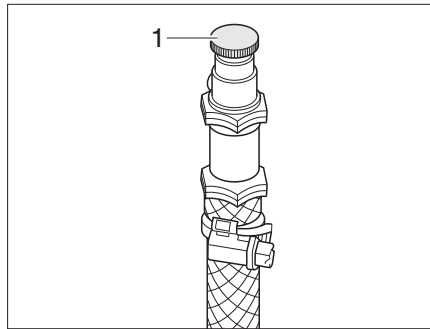

Bild 377 Entlüftungsventil Warmwasser-Heizung
- Das Entlüftungsventil (Bild 377,1) öffnen und geöffnet lassen, bis keine Luft mehr austritt.